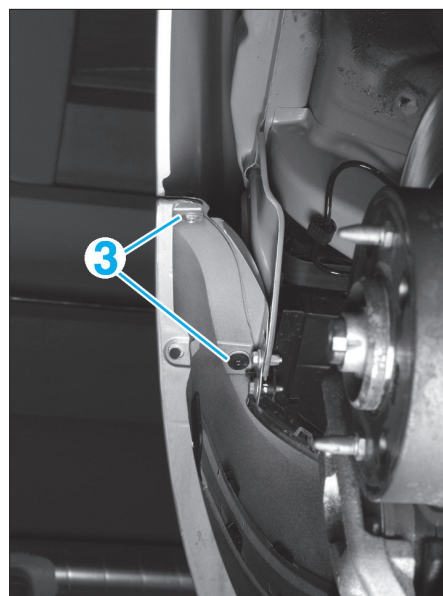

FIG. 93
- Déposer les vis de fixation (3) (Fig.93).